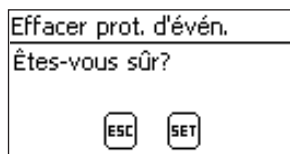

Fig. 16 La fenêtre de dialogue Supprimer compte rendu d'événements
- 1. Appuyez sur la touche « *SET* ». La Fig. 16 apparaît à l'écran.